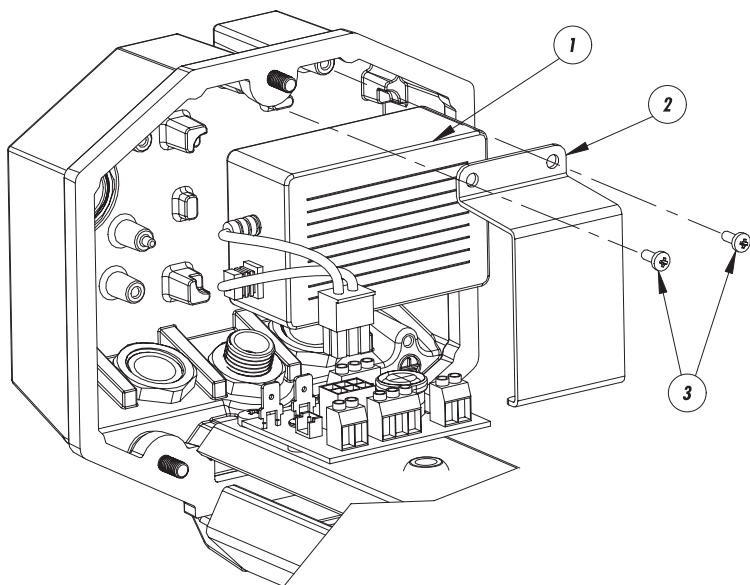
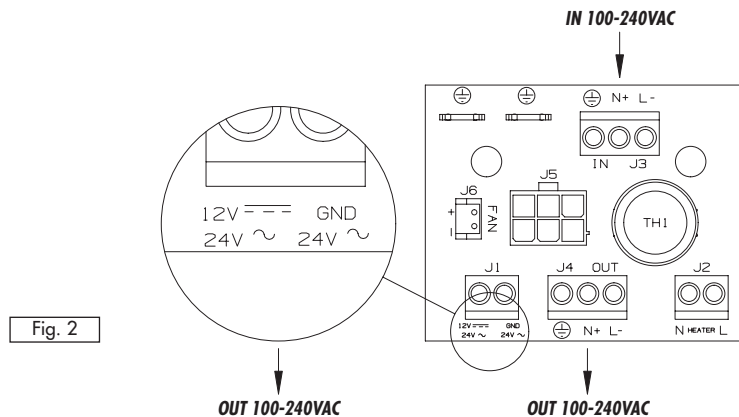

Fig. 1
Fig. 2
- Posizionare l'alimentatore (1) fornito in dotazione al kit nell'apposito alloggiamento previsto sul fondo posteriore della custodia (Fig. 1).
- Fissare l'alimentatore al fondo della custodia con l'apposito supporto (2) e le viti (3) fornite in dotazione al kit (Fig. 1).
- Positionner l'alimentation (1) fournie avec le kit dans le logement prévu sur le fond postérieur du caisson (Fig. 1).
- Fixer l'alimentation au fond du caisson au moyen du support prévu (2) et des vis (3) fournies avec le kit (Fig. 1).
- Place the equipped power supply (1) in the site view for this purpose of the rear side of the housing (Fig. 1).
- Fix the power supply on the bottom of the housing using the special bracket (2) and the equipped screws (Fig. 1).
- Das Netzteil (1) aus dem Lieferumfang des Kits in der vorgesehenen Aufnahme auf der hinteren Abdeckplatte des Gehäuses positionieren (Fig. 1).
- Das Netzteil mit der zugehörigen Halterung (2) und den beiliegenden Schrauben (3) an der Abdeckplatte des Gehäuses fixieren (Fig. 1).
- Inserire il connettore a 6 poli del cavo dell'alimentatore (Fig. 1) nel corrispondente connettore sul circuito di appoggio, indicato con J5 (Fig. 2).
- Insérer le connecteur à 6 pôles du câble de l'alimentation (Fig. 1) dans le connecteur correspondant sur le circuit de support signalé comme J5 (Fig. 2).
- Insert the 6 poles connector of the power supply cable (1) in the correspondant connector on the circuit, shown as J5 (Fig. 2).
- Den 6-poligen Kabelstecker des Netztesiles (Fig. 1) in die zugehörige, mit J5 bezeichnete Steckbuchse auf der Trägerschaltung einfügen (Fig. 2)